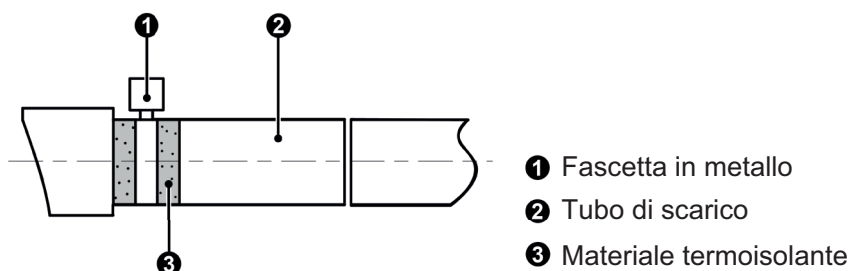

Fig. 4.3.2
- (1) Inserire il tubo di scarico nella presa di scarico e serrare saldamente la fascetta metallica, come mostrato in Fig. 4.3.2. Il Modello con pompa dell'acqua è provvisto di tubo di scarico della condensa (per gli altri Modelli, il tubo non è in dotazione).